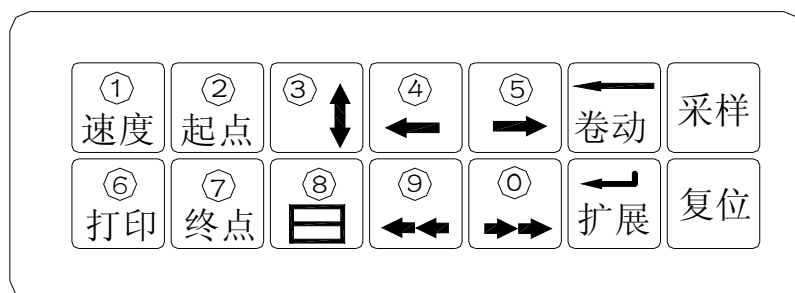

图 2.2 闪测仪键盘排列示意图
9、功能键键盘：本仪器使用 14 个轻触按键作为控制功能键，其中有 12 个是双功能键，键盘排列如图 2.2: